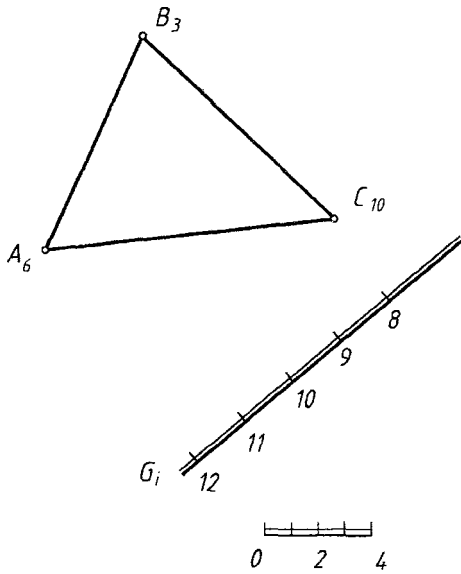

Рисунок 9
**Пример 4.** Построить линию пересечения заданных плоскостей (рис.9).